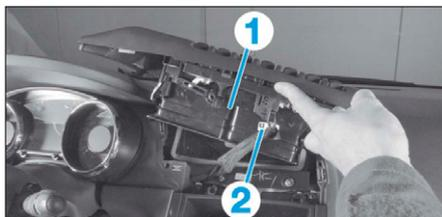

FIG. 28
- Dégrafer et écarter le porte bouton (1) (Fig.28).
- Débrancher le connecteur (2).